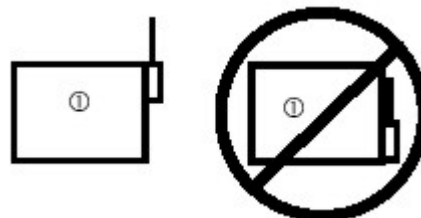

Figura 5. Quando il montaggio su metallo è inevitabile
- Se inevitabile, fissare su metallo con l'antenna che sorge oltre la superficie metallica (vedere Figura 5).